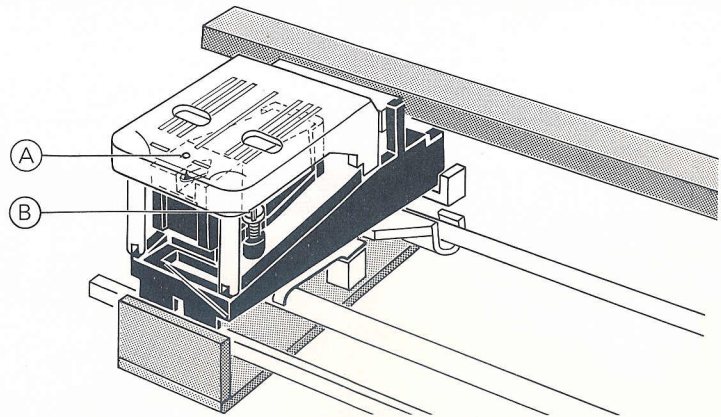

Fig. 4
- Einstelllehre auf Tonarm aufstecken (Fig. 4)
- Snap alignment gauge into place (fig. 4)
- Placez le gabarit sur le bras de lecture (fig. 4)